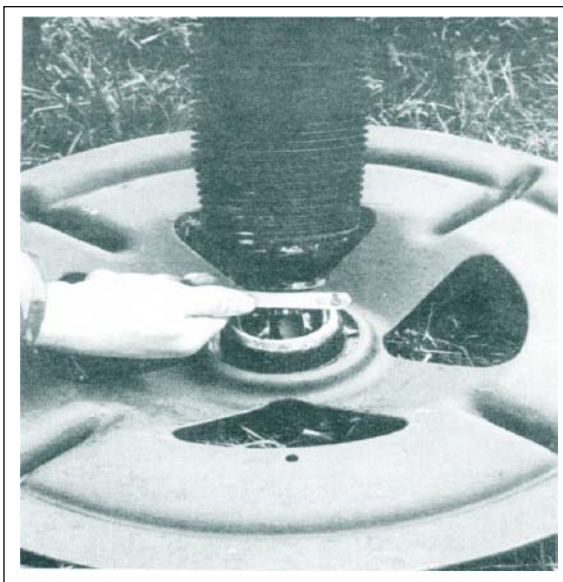

Fig 2-15. Retirada do Percutor do Munhão Esférico
- Logo que o municionador retirar o percussor (Fig 2-15), o atirador agarra o tubo onde o sustentará a partir de agora. O auxiliar do atirador de uma posição oposta a do atirador, destrava a braçadeira e gira o tubo para desencachar do munhão esférico. Ele então levanta o tubo e o coloca na posição horizontal sem empurrar ou agitar. Durante toda a operação ele deve assegurar-se que seu corpo está um pouco afastado do tubo. Logo que o tubo alcance a posição horizontal, o municionador coloca suas mãos na boca do tubo e o auxiliar do atirador sacode levemente o mesmo para a granada deslizar. O atirador e auxiliar rearmam o morteiro novamente enquanto o municionador inspeciona a granada. Após o pronto do municionador, o auxiliar recoloca o percussor e a peça retorna às atividades.